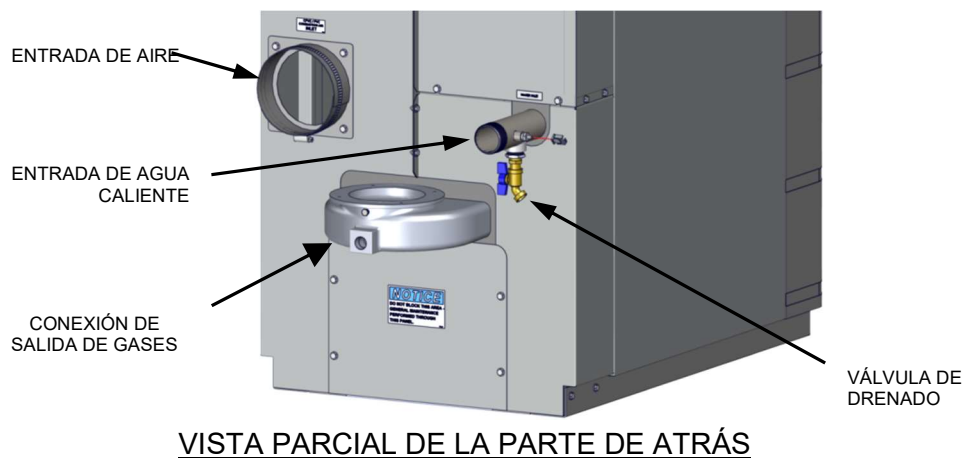

Figura 5-5: Vista trasera del calentador de agua que muestra la ubicación de la entrada de aire
12. En la parte trasera de la unidad, bloquee parcialmente la entrada de aire (Figura 5-5) con una pieza de madera contrachapada o placa de metal.